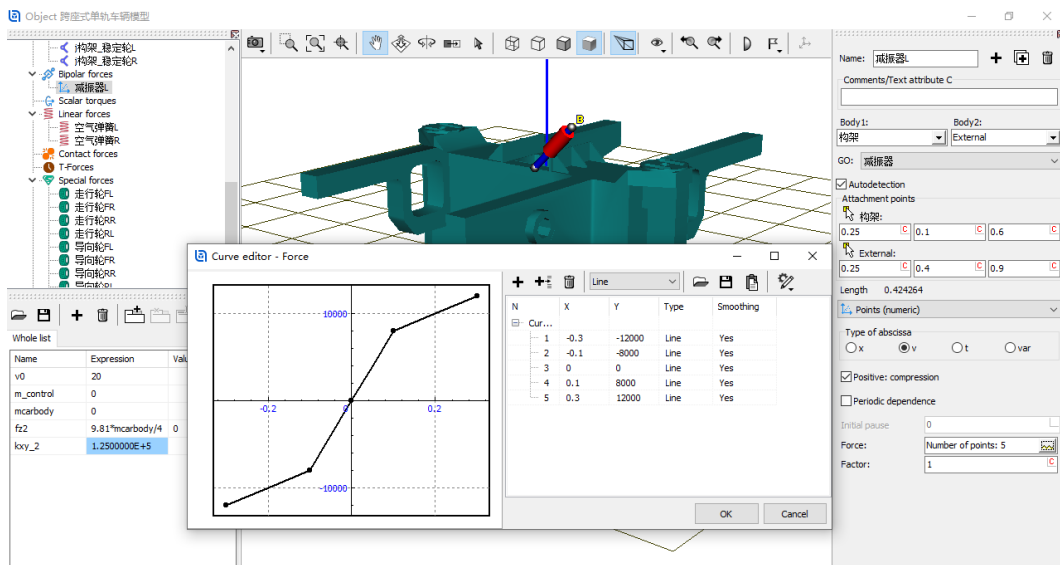

图 3-78
- 8) 从下拉菜单选择力元 **Points(numeric)**，横坐标设为速度 **v**，勾选压缩为正 **Positive: compression**，点击 **Force** 栏按钮  打开曲线编辑器，定义非线性的阻尼特性，如图 3-78。